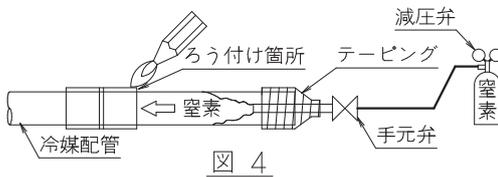

図 4
- 冷媒配管ろう付けの際は、窒素置換(注1)を行ってから、または冷媒配管内部に窒素を流しながら(注2)(図4参照)、ろう付け作業を行い(注3)、最後に室内ユニットを接続してください。